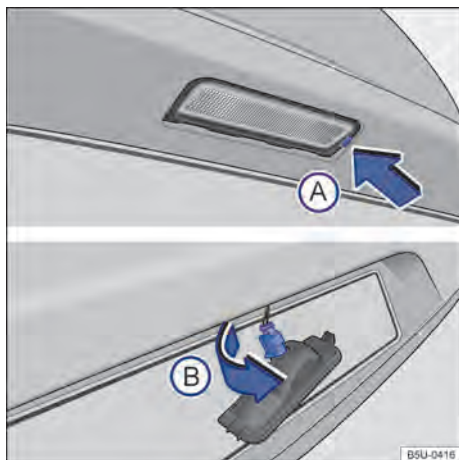

Fig. 161 No para-choque traseiro: remover a lanterna da placa de licença e o soquete da lâmpada.
-  Com o auxílio de uma chave de fenda, pressionar a trava → Fig. 161  para remover o conjunto.